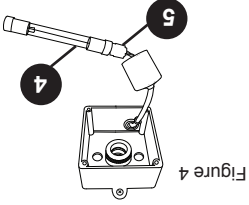

Figure 4
4. Retirez lentement la lampe UV (4) hors du tube de quartz. Retirez la douille de la lampe (5) de la lampe UV (4), Figure 4.